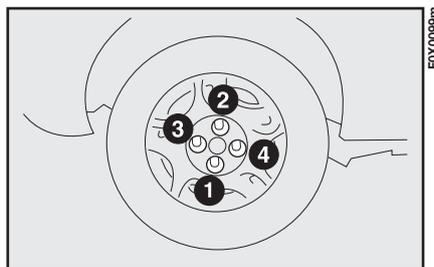

fig. 118
- 14) Stringere a fondo i bulloni, passando alternativamente da un bullone a quello diametralmente opposto, secondo l'ordine illustrato in fig. 118.